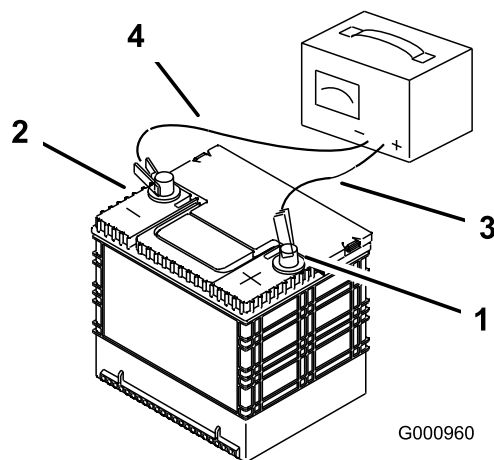

Figura 48
- Atunci când bateria este complet încărcată, deconectați încărcătorul de la priza electrică, apoi deconectați cablurile încărcătorului de la clemele bateriei (Figura 48).